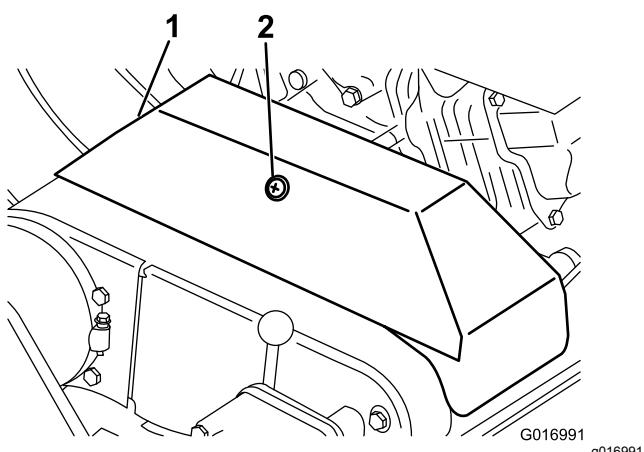

Figura 34
3. Afloje el retenedor que sujetla la cubierta de las correas en V y gire la cubierta para abrirla (Figura 34).